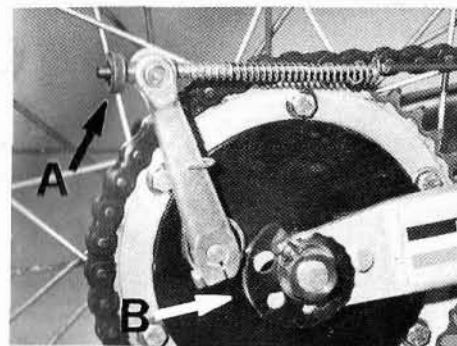

Fig. 36 - Ruota posteriore.
- Smontare il pomolo di regolazione freno posteriore (A fig. 36) e sfilare la trasmissione freno.
- Sbloccare il perno ruota ed allentare i tendicatena (B fig. 36).